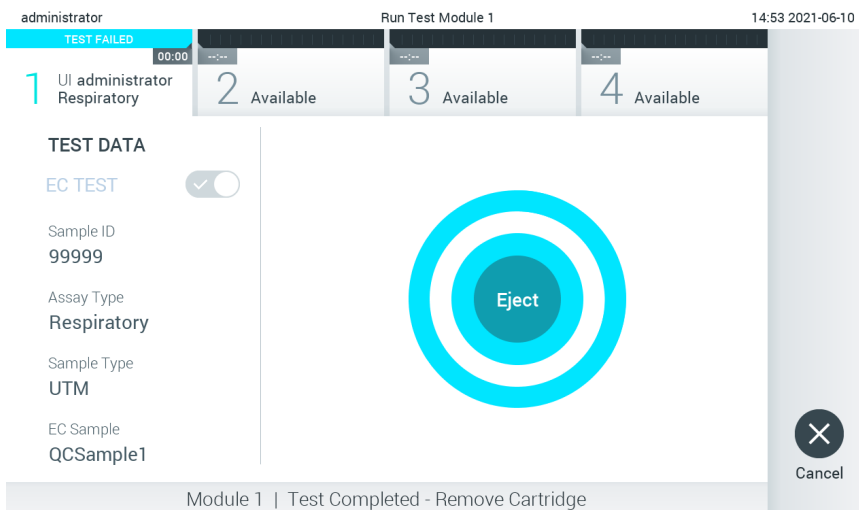

Figure 96. Affichage de l'écran Eject (Éjection).
11. Une fois l'analyse terminée, l'écran Eject (Éjection) apparaît (figure 96). Appuyez sur  Eject (Éjecter) sur l'écran tactile pour retirer la cartouche de dosage QIAstat-Dx puis éliminez-la en tant que déchet biologique dangereux conformément à l'ensemble des réglementations et législations nationales, régionales et locales en matière de santé et sécurité.